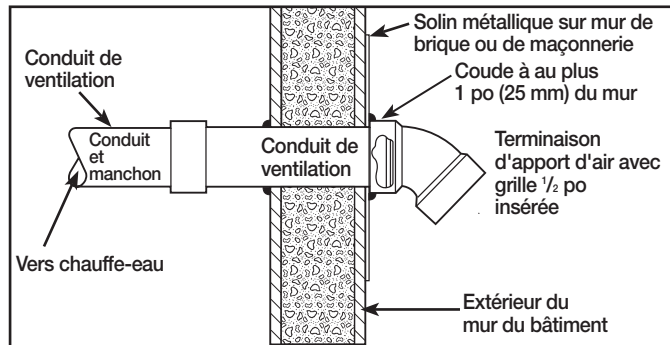

Figure 6 – Installation-type, ventilation horizontale
3. **NE PAS** positionner une terminaison de ventilation directement sur un mur de briques ou de maçonnerie; le cas échéant, il est recommandé d'installer un solin métallique résistant à la corrosion à l'arrière de la terminaison (voir Figure 6).
INSTALLATION À L'HORIZONTALE – Déterminez l'emplacement de la terminaison d'évacuation puis percez des ouvertures permettant le passage du conduit à travers le mur. Dans une installation murale, les conduits de ventilation peuvent uniquement être orientés à l'horizontale (voir Figure 6).
Insérez une courte longueur de tuyau à travers le mur et utilisez un manchon de raccordement comme illustré à la Figure 6. Raccordez la terminaison au conduit de ventilation (à l'extérieur du bâtiment), comme illustré. Étanchéifiez toute ouverture autour du conduit ou des raccords à l'aide de mortier ou de scellant à la silicone, comme illustré à la Figure 6.